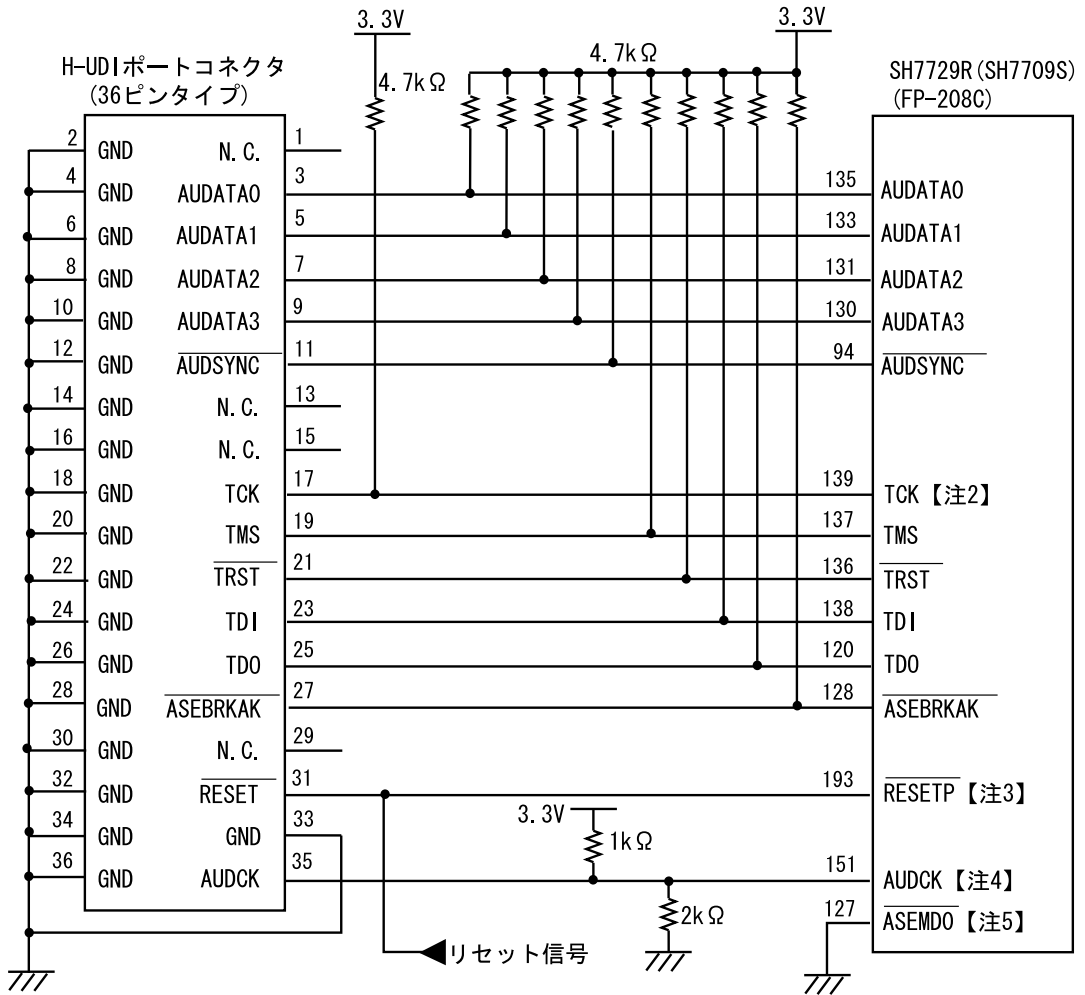

図 1.4 E10A 使用時の H-UDI ポートコネクタ - チップ間の推奨接続例(36 ピンタイプ)
E10A エミュレータ使用時の H-UDI ポートコネクタ(36 ピンタイプ)とチップ間の推奨接続例を図 1.4 に示します。
(1) E10A を使用する場合 : /ASEMD0 = " L " (ASE モード)
(2) E10A を使用しない場合 : /ASEMD0 = " H " (通常モード)
6. 図 1.4 に記載されている抵抗値は、推奨値です。